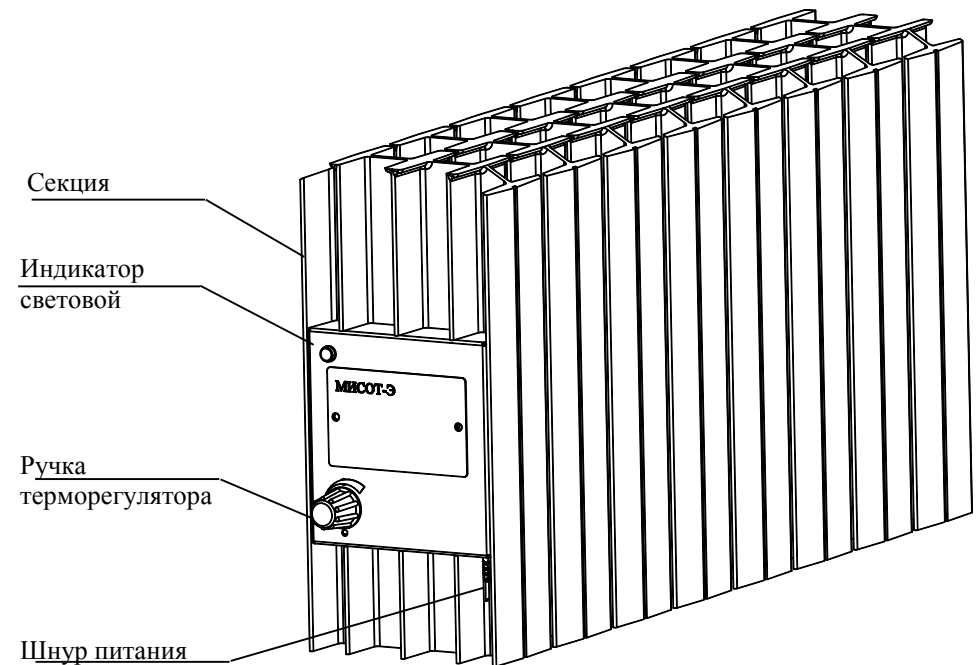
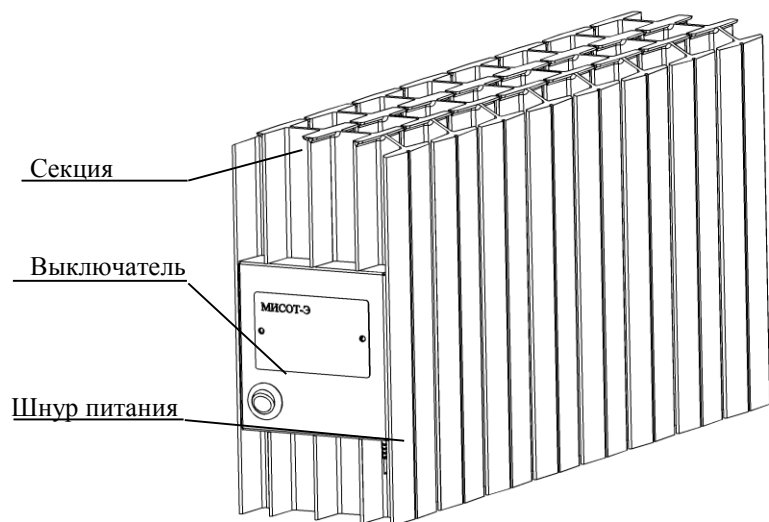

Рис.1 - Внешний вид и расположение органов управления электроконвектора со встроенным терморегулятором
Рис.2 Внешний вид и расположение органов управления электроконвектора с выносным терморегулятором
5.2 Внешний вид и расположение органов управления электроконвекторов показаны на рис. 1 и рис.2.